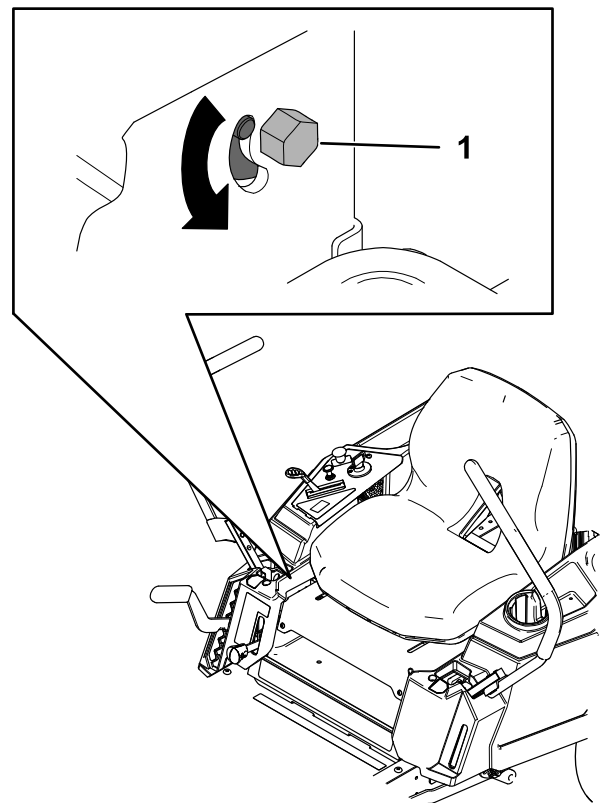

Bild 54
3. Suchen Sie die Einstellschraube für den Spurlauf in der Nähe des Fahrtrihshebels auf der Seite, die eingestellt werden muss (Bild 54).